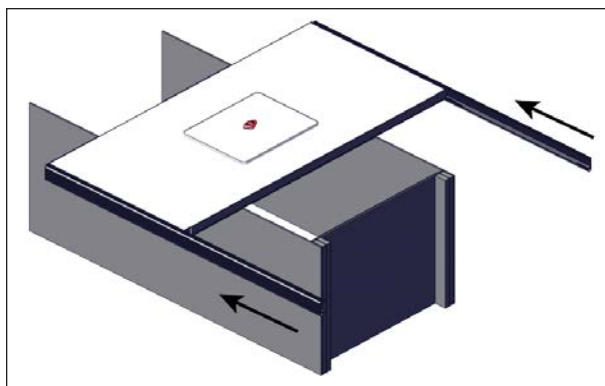
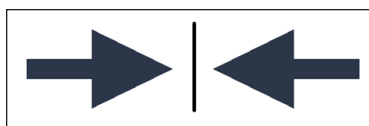

FIGURE 27: INSTALLATION DES PROFILÉS EN C LONGS
FIGURE 28: ÉTIQUETTE CENTRE
6. Installer 2 profilés en C longs, 240 cm (94 9/16 po), sur le panneau et aligner la ligne entre les flèches de l'étiquette Centre (Figure 28) avec le bord du panneau, voir Figure 27.